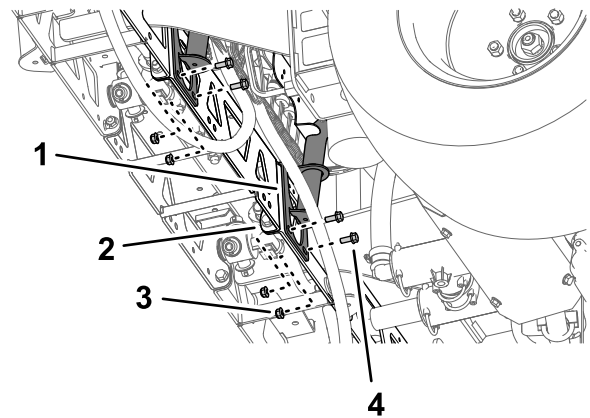
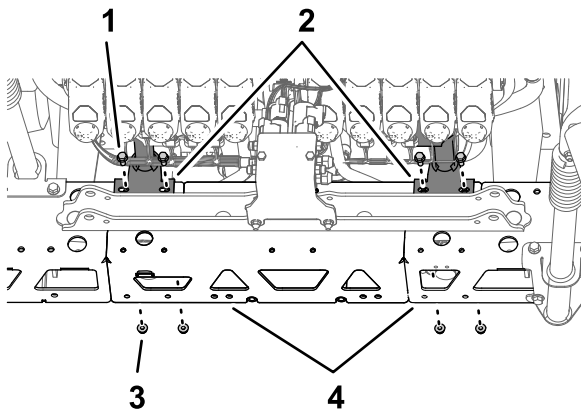

Bild 108
Bild 109
2. Fluchten Sie die Löcher in der Befestigungshalterung der Ventilbefestigung mit den Löchern im Trägerrahmen des mittleren Sprühabschnitts aus (Bild 108).
3. Befestigen Sie die Ventilbefestigung mit vier Schrauben (5/16" x 3/4") und vier Sicherungsbundmuttern (5/16") am Trägerrahmen (Bild 108 und Bild 109).